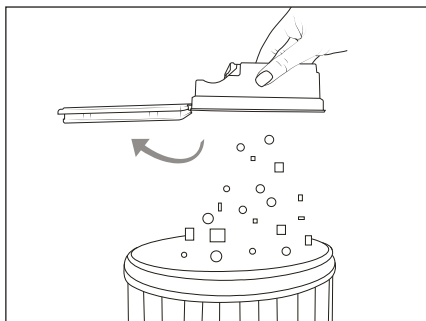

Bild 8
- 3) Töm dammbehållaren **12** i ett sopkärl (se bild 8).